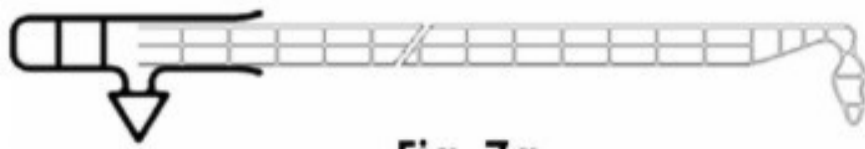
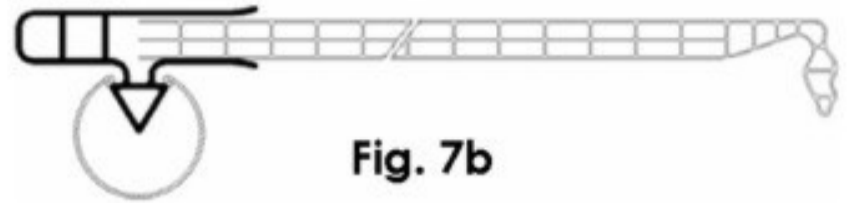

Fig. 7a
Fig. 7b
7) Colocar el perfil final en policarbonato en el lado cortado de la primera placa (Fig. 7a) e introducirlo en un montante curvo (Fig. 7b). Se recomienda aplicar un cordón de silicona dentro del perfil final antes de insertar la placa.